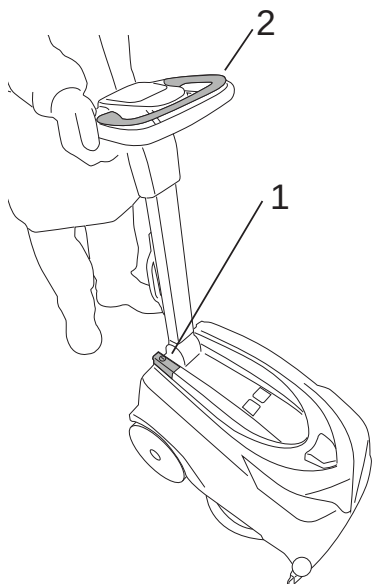
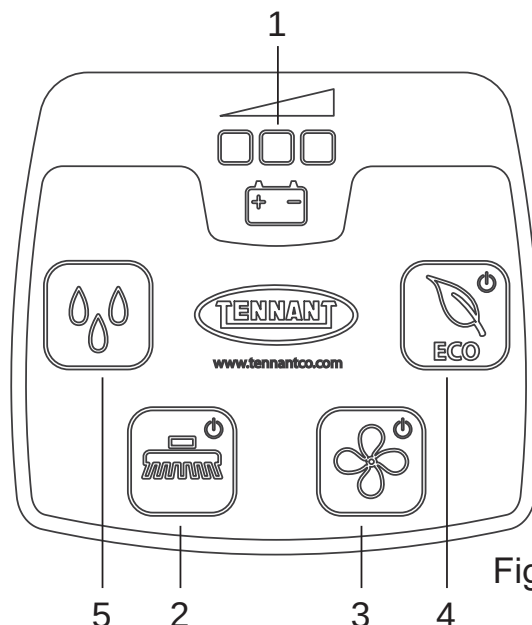

Fig.14
Fig.15
- Interruptor general (Fig. 14-Ref. 1): habilita y deshabilita la alimentación eléctrica de todas las funciones de la máquina.
- Indicador luminoso de control de la carga de la batería (Fig. 15, Ref. 1): formado por 3 ledes de color rojo, amarillo y verde que señalan el nivel de la carga de la batería. Las posibles situaciones son:
- Botón del cepillo (Fig. 15-Ref. 2): habilita ("LED encendido") e inhabilita ("LED apagado") la función "Cepillo", el cepillo entra en funcionamiento solo accionando la "Palanca de accionamiento del cepillo" (Fig. 14-Ref. 2).
- Botón de aspiración (Fig. 15-Ref. 3): enciende ("LED encendido") y apaga ("LED apagado") el motor de aspiración, así permitiendo secar el suelo que se está limpiando. El motor funciona solo cuando se activa la "Palanca de mando del cepillo".
- Botón flujo de la solución (Fig. 15-Ref. 5): para habilitar, inhabilitar o modificar la salida del flujo de la solución, proceda de la siguiente manera:
- Botón ECO (Fig. 15-Ref. 4): habilita ("LED encendido") e inhabilita ("LED apagado") el funcionamiento ECO.